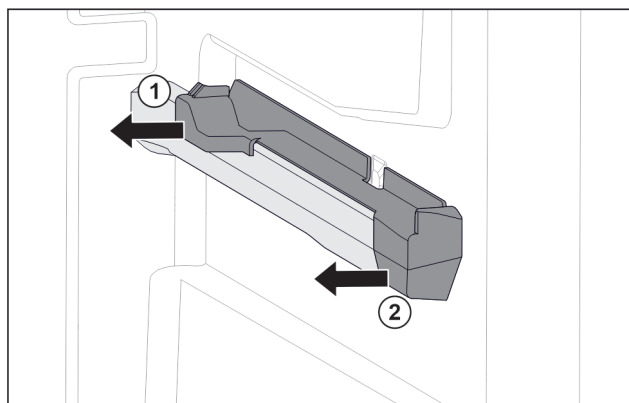

Fig. 153 Élément emboîtable sur la nervure de récipient droite
- Le retirer sur le côté par l'arrière. Fig. 153 (1)
- Le retirer sur le côté par l'avant. Fig. 153 (2)